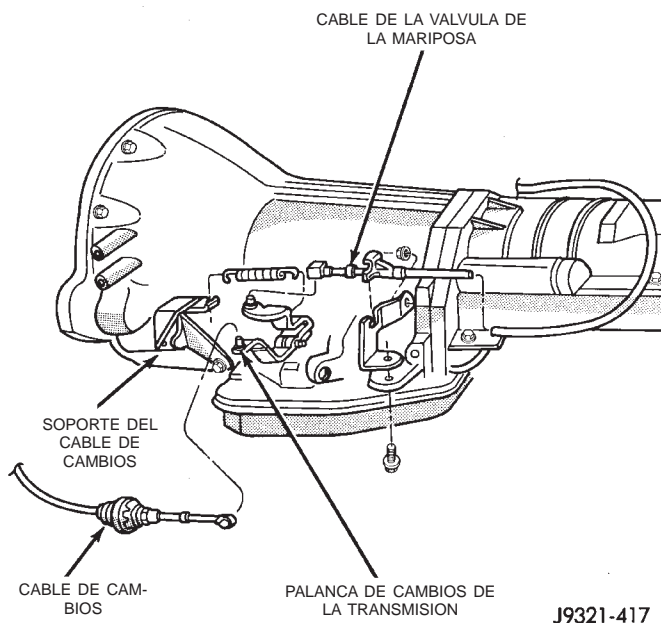

Fig. 288 Fijación del cable de cambios de la transmisión -Característico
- (1) Coloque la transmisión en posición PARK.
- (2) Eleve el vehículo.
- (3) Desenganche la abrazadera del ajustador del cable (en el extremo del cable de la transmisión) para liberar el cable.
- (4) Desenganche el cable del soporte del cable de la transmisión. (Fig. 288).
- (5) Deslice el ojal del cable y extraígallo de la palanca de cambios de la transmisión.
(6) Verifique que la palanca de cambios de la transmisión esté en el detenedor de la posición PARK desplazando la palanca totalmente hacia atrás. La posición de PARK es la última del detenedor hacia atrás.
(7) Verifique el acoplamiento positivo del seguro de estacionamiento de la transmisión intentando girar el eje propulsor. El eje no girará si el seguro de estacionamiento está acoplado.
(8) Deslice el ojal del cable en la palanca de cambios de la transmisión.
(9) Calce a presión el ajustador del cable de cambios en el soporte de instalación, situado en la transmisión.
(10) Bloquee el cable de cambios oprimiendo la abrazadera del ajustador del cable hacia abajo hasta que calce a presión en su sitio.
(11) Baje el vehículo y verifique el arranque del motor. El motor debe arrancar únicamente en las posiciones PARK y NEUTRAL.